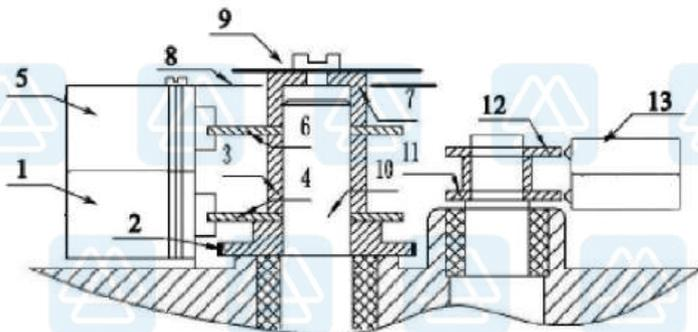

Рисунок 3. Настройка концевых выключателей и муфты ограничения крутящего момента.
- открыть крышку блока управления с глазком индикатора положения, под ней находятся указатель положения запорного органа 9, микровыключатели ограничения хода выходного вала 1 и 5 и двухсторонняя муфта ограничения момента 11,12,13 (Рис.3).
Муфта состоит из вала моментной муфты, который механически, через эксцентрик, связан с червячным валом привода. При заклинивании выходного вала привода, червячный вал начинает смещаться относительно червячного колеса, проворачивая вал моментной муфты и вращая нажимные кулачки 11 и 12 (Рис. 3), находящиеся на этом валу, которые нажимают на микровыключатели 13. Верхний кулачек отвечает за усилие на открытие, нижний за усилие на закрытие привода.